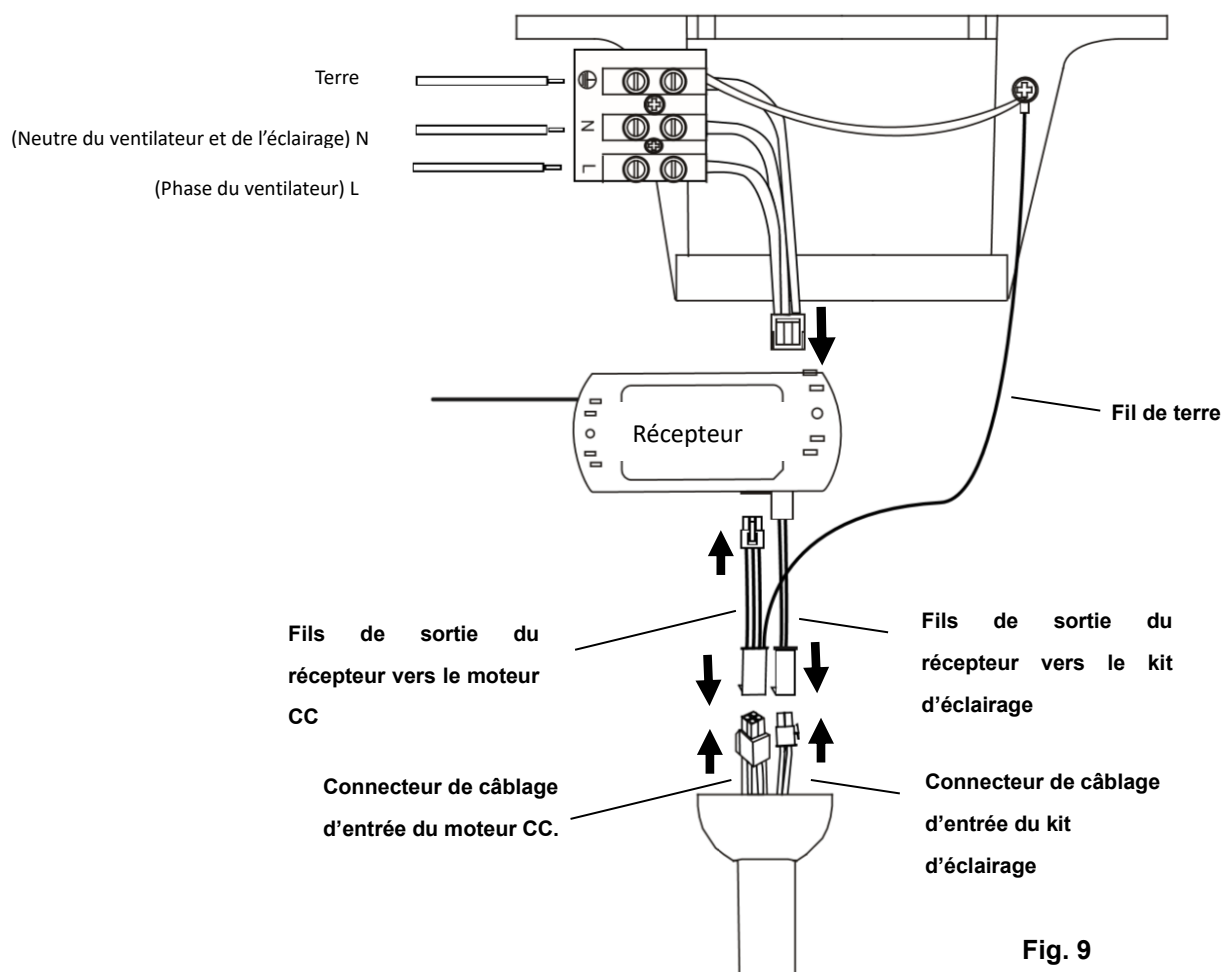

Fig. 9
**SCHÉMA DE CÂBLAGE ÉLECTRIQUE DU VENTILATEUR****PRÉPARATION ET INSTALLATION DU CÂBLAGE ÉLECTRIQUE --- SCHÉMA DE CÂBLAGE (FIG. 9)**
**De l'alimentation secteur au bornier du support de montage : (Fig. 9)**
**Du support de montage au récepteur de la télécommande et au moteur : (Fig. 9)**
5. Raccordez les fils de sortie du pilote/récepteur du moteur CC (depuis le support de montage avec fil de terre) à la sortie du pilote/récepteur du moteur CC (**Fig. 9**). Raccordez les fils de sortie du pilote/récepteur du moteur CC avec fil de terre (depuis le support de montage avec fil de terre) à l'entrée du moteur du ventilateur (**Fig. 9**)